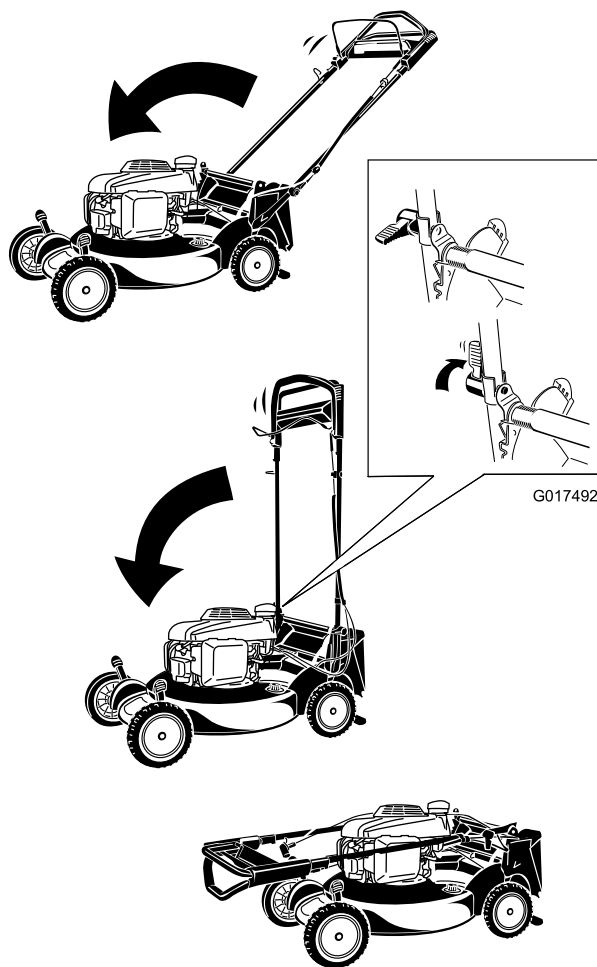

Figure 22
1. Pliez la partie supérieure du guidon en avant (Figure 22).